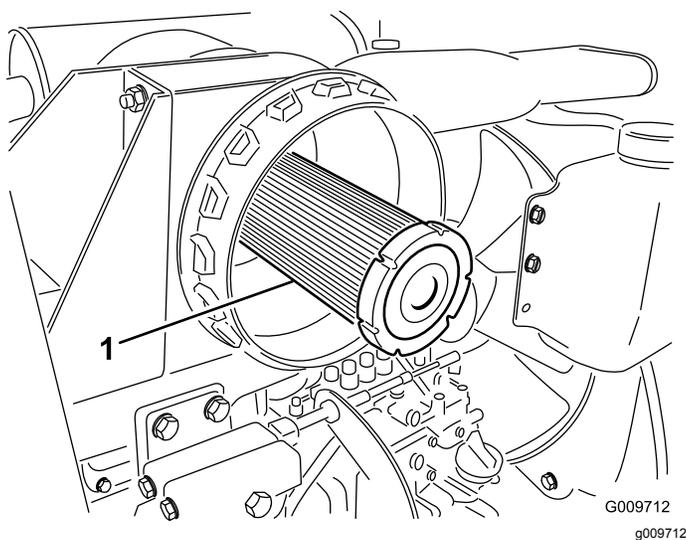

Figure 57
**Important:** N'essayez jamais de nettoyer l'élément de sécurité (Figure 57). Remplacez l'élément filtrant de sécurité une fois sur trois, quand vous effectuez l'entretien du préfiltre.